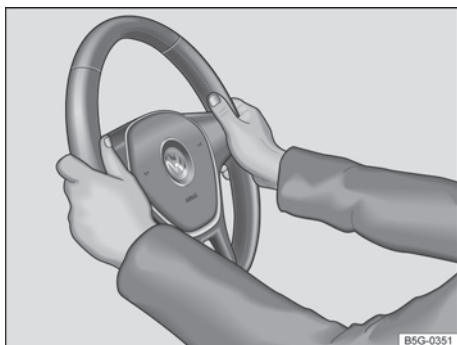

Fig. 67 En el volante: posición equivalente a las 9 y las 3 horas.
- Ajuste el volante de forma que pueda sujetarlo con las dos manos por los lados, por su parte exterior, en la posición equivalente a las 9 y las 3 horas → fig. 67 con los brazos ligeramente flexionados.
- Con el fin de reducir el peligro de sufrir lesiones en caso de que se dispare el airbag frontal del conductor, durante la conducción sujete siempre el volante por los lados, por su parte exterior, con las dos manos en la posición equivalente a las 9 y las 3 horas → fig. 67.